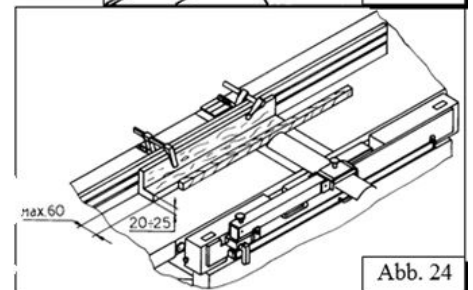

Abb. 24
- * Lorsque vous travaillez pièces étroites, vous pouvez utiliser un guide auxiliaire fait par lui-même, qui est fixé à la guide /p.ex.: utilisant deux pinces en bois/ /Fig. 24/.